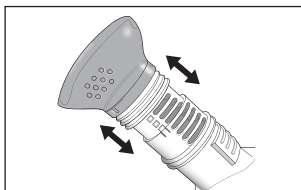

Fig. 7
- Coloque la máscara para boca/nariz más pequeña en el tubo de extensión y ajústelo hasta la altura deseada, Fig. 7. La altura/longitud del tubo no afectará la emisión de vapor o el tiempo de tratamiento.